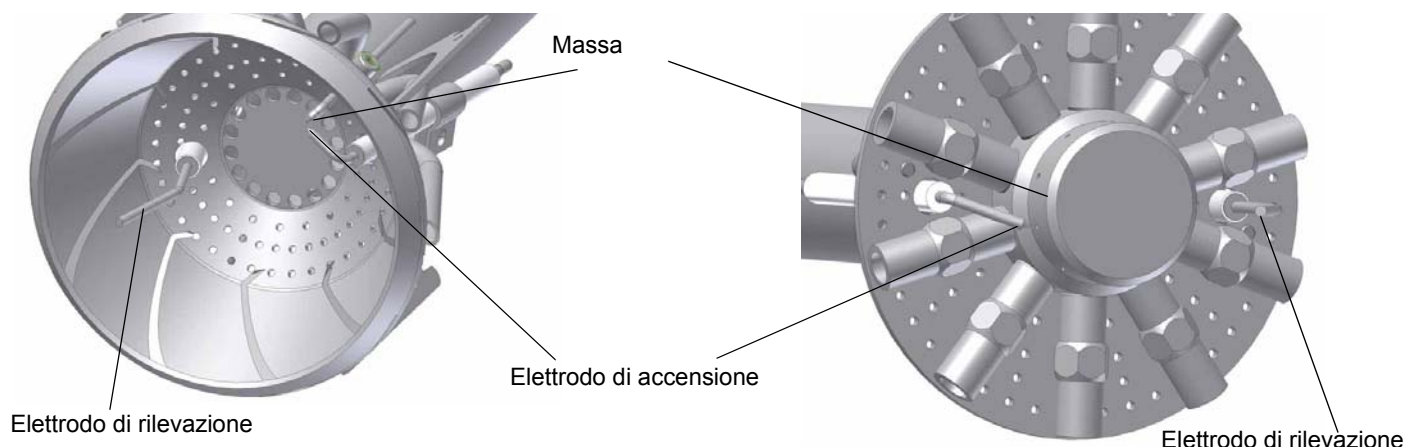
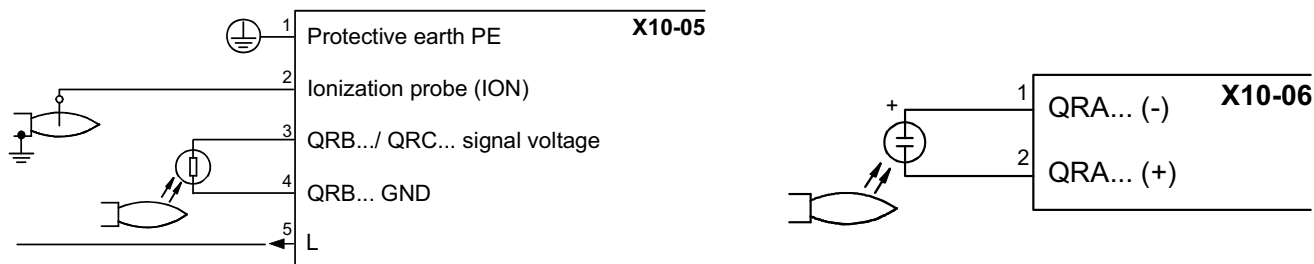

Fig. 50
Fig. 51
- Esame elettrodi di accensione e di rilevazione, pulizia, eventuale registrazione e se necessario sostituzione (vedi Fig. 50). In caso di dubbio verificare il circuito di rilevazione, dopo aver rimesso in funzione il bruciatore, seguendo lo schema in Fig. 51
Controllare che la distanza tra l'elettrodo di accensione e la massa sia di **4÷5 mm**. (vedi Fig. 50).
Per misurare il segnale di rilevazione seguire lo schema in Fig. 51. Se il segnale è inferiore al valore indicato, verificare la posizione dell'elettrodo di rivelazione, i contatti elettrici ed eventualmente sostituire l'elettrodo di rilevazione.